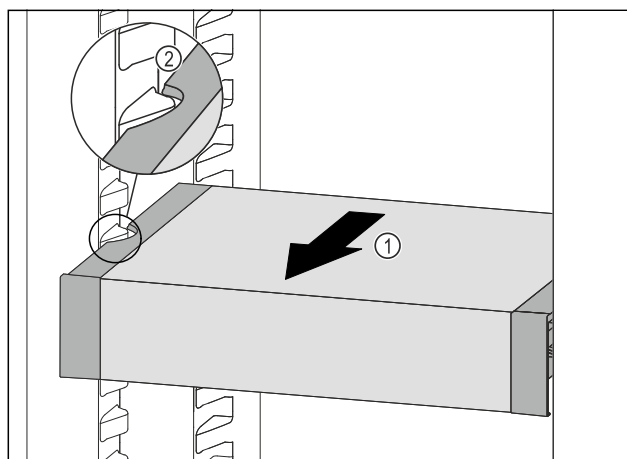

Fig. 89
- VarioSafe naar voren trekken *Fig. 89 (1)*, tot de uitsparingen aan de zijkant van de VarioSafe zich ter hoogte van de rib in het koelgedeelte bevinden. *Fig. 89 (2)*